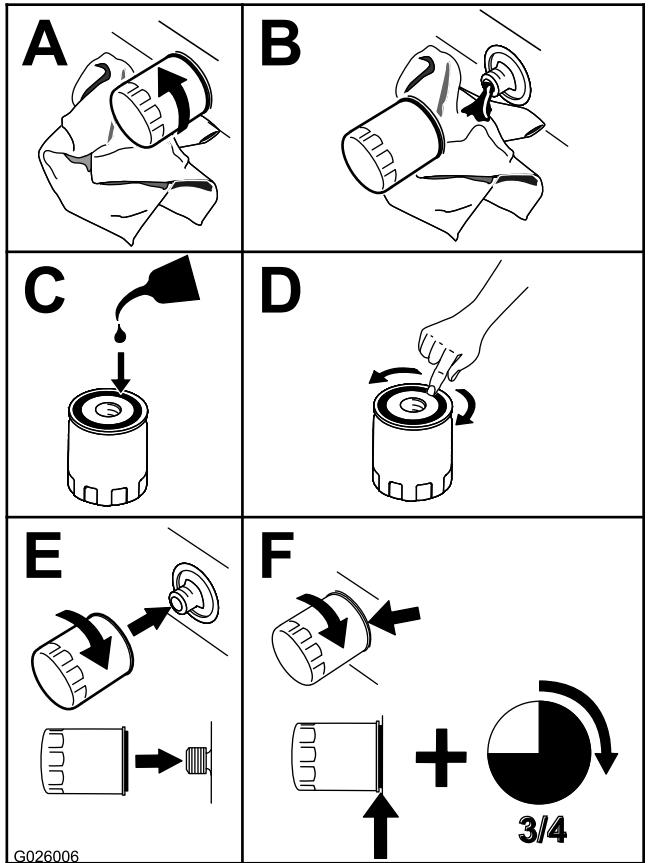

Figure 33
3. Remplacez le filtre à huile moteur (Figure 33).